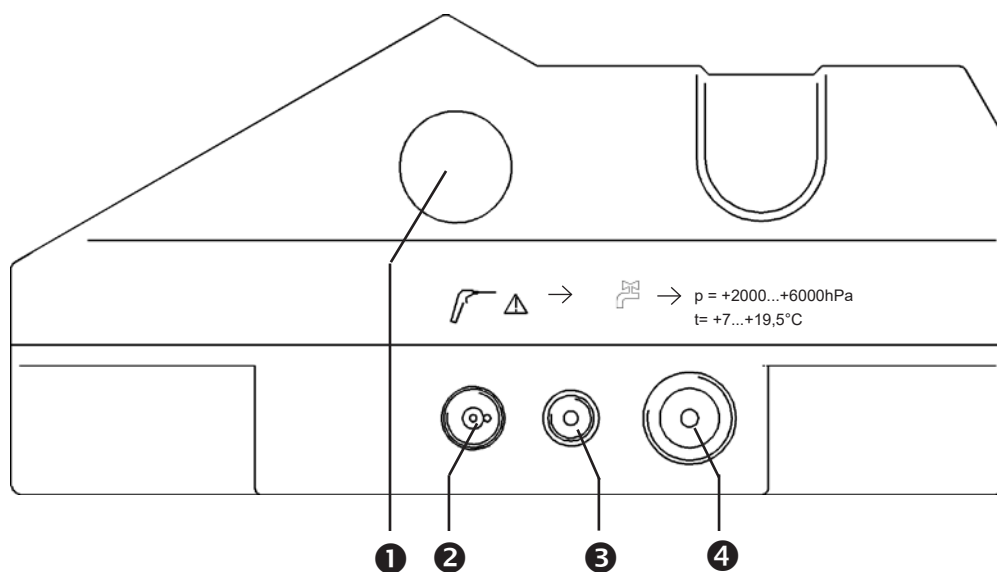
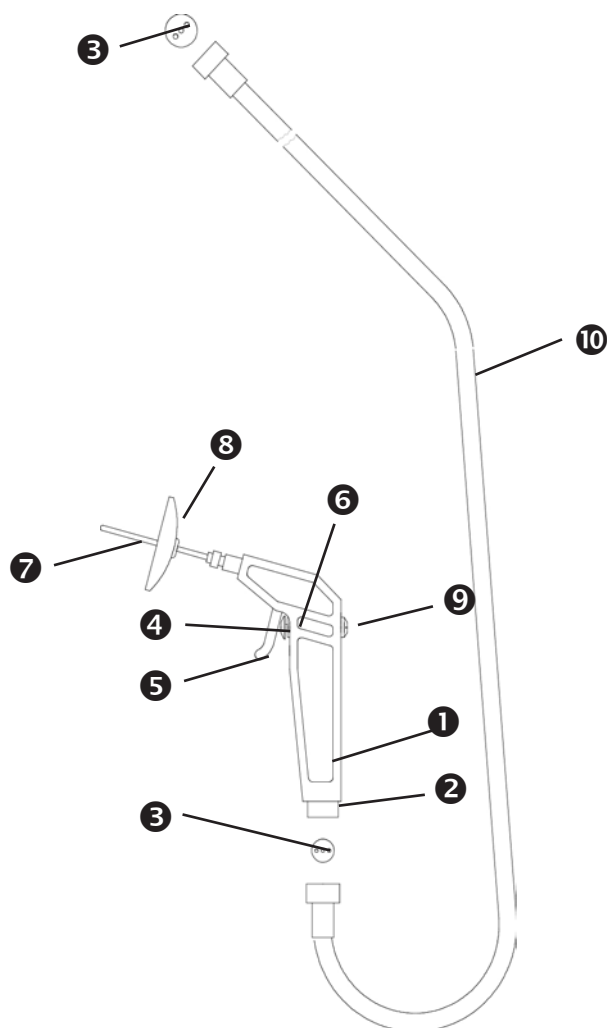

Fig. 3. Vista parte lateral del equipo
Fig. 4. Irrigador
- Atornille las tuercas de la conexión del filtro y del equipo (⚙, fig. 3).
- Atornille las tuercas de la conexión del equipo (⚙, fig. 3) y del desagüe.
- Atornille la "manguera doble" (⑩, fig. 4) con la "junta de tres orificios" (⑨, fig. 4) insertada a la conexión del equipo (②, fig. 3).
- Caudal de agua: mínimo 400 ml/min después de haber aflojado el tornillo limitador de la palanca del irrigador (Ⓔ, fig. 4).